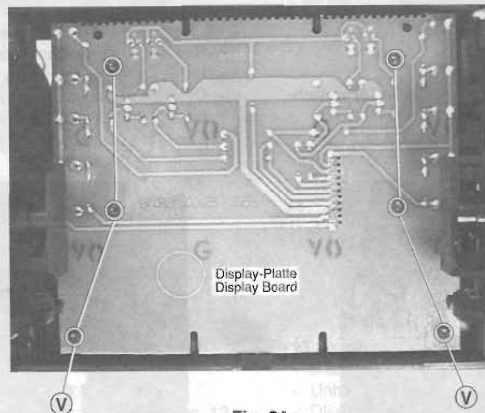

Fig. 24
**21. Display-Platte ausbauen (Fig. 24)**
- 6 Schrauben (V) lösen.
**21. Removing the Display Board (Fig. 24)**
- Undo 6 screws (V).